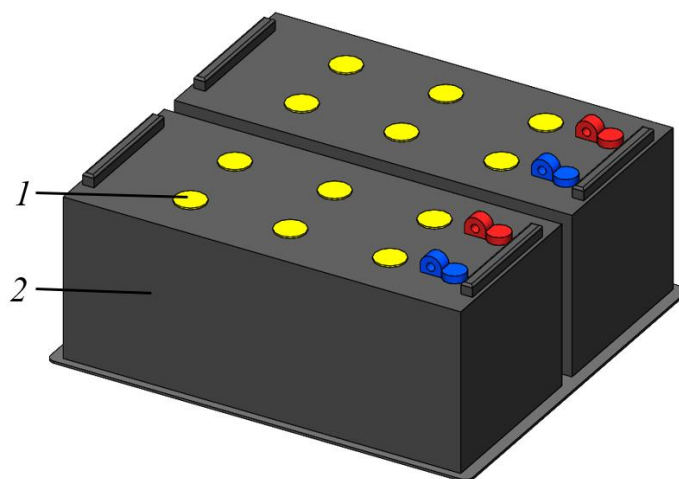

Рисунок 5.64. Аккумуляторные батареи
- ▶ Открыть пробки наливных горловин во всех отсеках (для открытия вращать пробку против часовой стрелки) аккумуляторной батареи, рис. 5.64.
- Открыть пробки наливных горловин во всех отсеках (для открытия вращать пробку против часовой стрелки) аккумуляторной батареи, рис. 5.64.